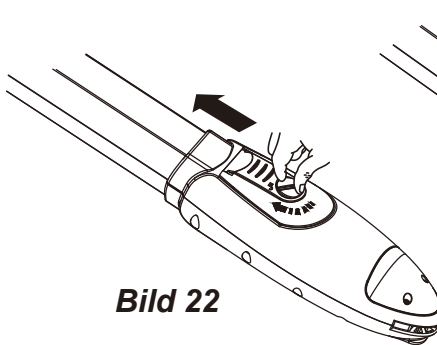

Bild 22
20) Schieben Sie die Abdeckung der Entriegelung nach vorne. Siehe Bild 22.